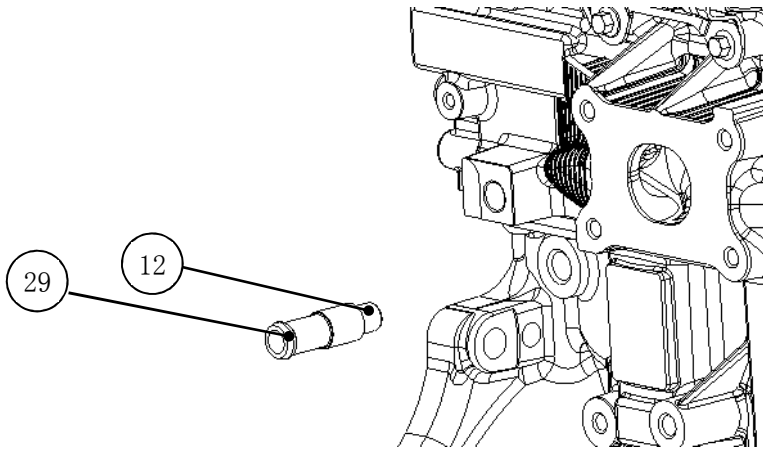

图 F-3 管接头-缸体安装
b、如图 F-3 所示用工装将管接头-缸体②压入缸体上相应的孔内，压到限位台阶面位置。